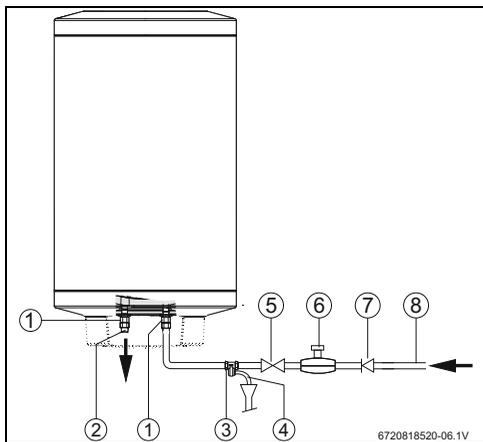

Fig. 10 Ligação de água
De forma a evitar problemas provocados por alterações de pressão súbitas na alimentação, aconselha-se a montagem de uma válvula anti-retorno a montante do termoacumulador (Fig. 10, [7]).
- ▶ Instalar a válvula de segurança na entrada de água do termoacumulador (Fig. 10).
Se a pressão de entrada de água for superior a 80% da pressão máxima do termoacumulador (6,4 bar), instalar uma válvula redutora (Fig. 10).
- ▶ Fechar a válvula de corte de água (→ Fig. 10).